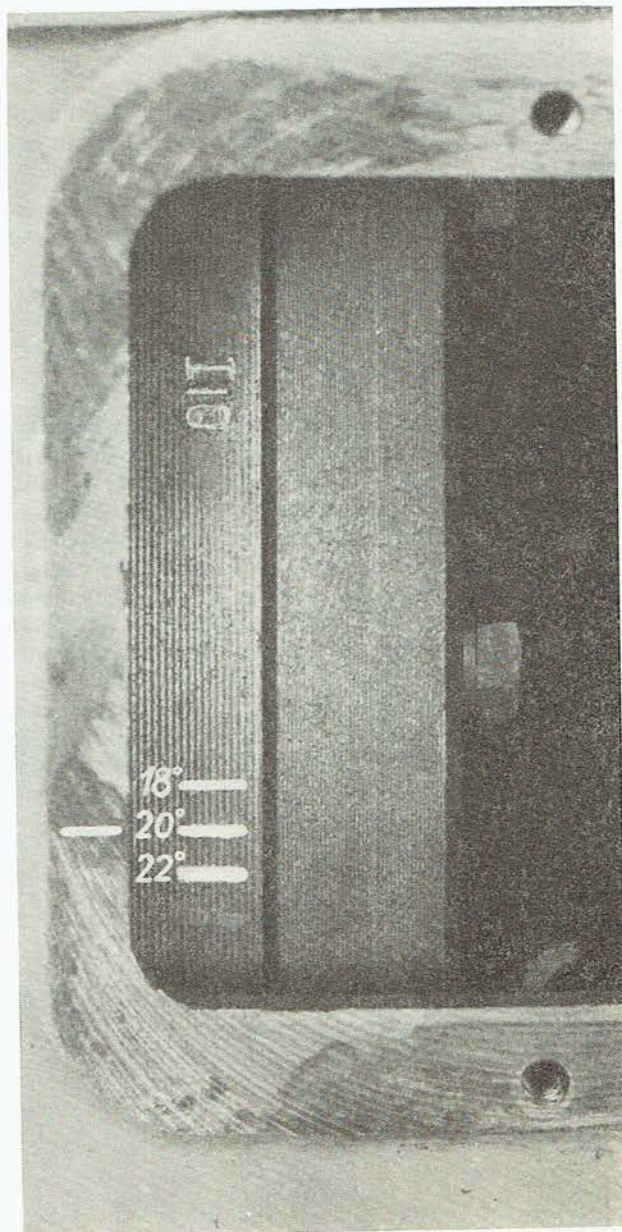

Abb. 35
Am Schlepper Zetor 2511, Zetor 3511 und Zetor 4511 ist der Einspritzbeginn auf 20° vor dem OT eingestellt, d. h., der Kolben ist vom OT 4,5 mm entfernt. Am Schwungrad ist der Einspritzbeginn mit einer Marke mit der Nummer 20° bezeichnet (die Angaben gelten für den Kolben des ersten Zylinders). Unter dem Deckel an der Seite des Getriebekastens ist auf der Anliegefläche eine Marke, die sich bei richtigem Einspritzbeginn mit der dritten Marke am Schwungrad (Abb. 35) decken muss. Am Schwungrad befinden sich drei Marken mit der Bezeichnung 18° , 20° und 22° . Die einzelnen Bezeichnungen zeigen an, um wieviel Grade der Kolben des ersten Zylinders vor dem oberen Totpunkt steht. Die mit „O“ bezeichnete Marke am Schwungrad bedeutet, dass sich der Kolben des ersten Zylinders am oberen Totpunkt befindet.
8. Durch Drehen der Kurbelwelle wird Kraftstoff in das Kapillarrohr gefördert. Bei weiterem Drehen ist die Kraftstoffoberfläche im Kapillarrohr aufmerksam zu beobachten; im Augenblick der geringsten Oberflächenbewegung soll sich die Marke am Schwungrad mit der Marke am Getriebegehäuse (Abb. 35) decken.